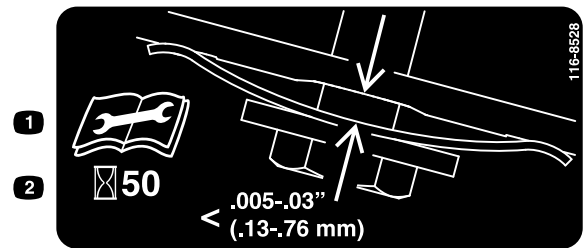

Figure 35
3. Placez une jauge d'épaisseur réglée entre 0,13 et 0,76 mm contre la paroi, et faites-la glisser vers le bas derrière le ressort de tension de la courroie ; voir Figure 35.